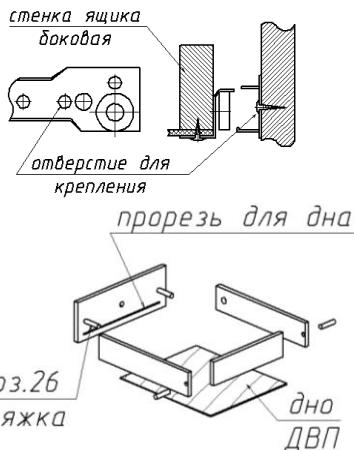

Рис.3
4. Собрать и установить ящик выдвижной по схеме (рис.3).